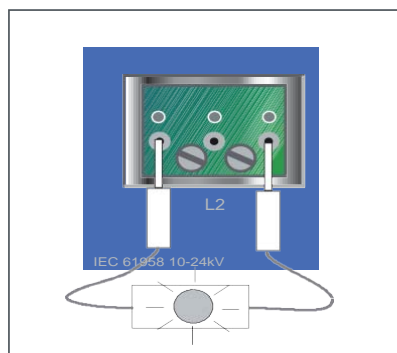

Fig. 9.7
- Vérifier l'appareil avant toute utilisation : raccorder les deux fiches du phasemètre sur deux points de branchement d'un appareil VPIS (Fig. 9.7). Il faut que le témoin s'allume. Le phasemètre fonctionne correctement.